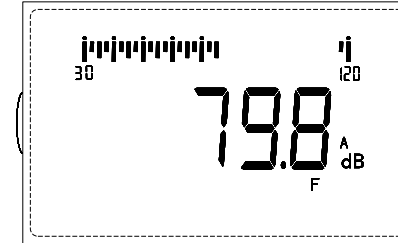

图5
1) 按计权按钮使显示器显示“C”，LCD上显示的就是“C”声级的测量值。按“计权”按钮使显示器显示“Lin”，LCD上显示的就是“线性声压级”的测量值。见图5。
3) 时间计权快 (F)、慢 (S) 的选择一般采用快档“F”，如果读数变化较大，可采用慢档“S”时间计权。见图5。